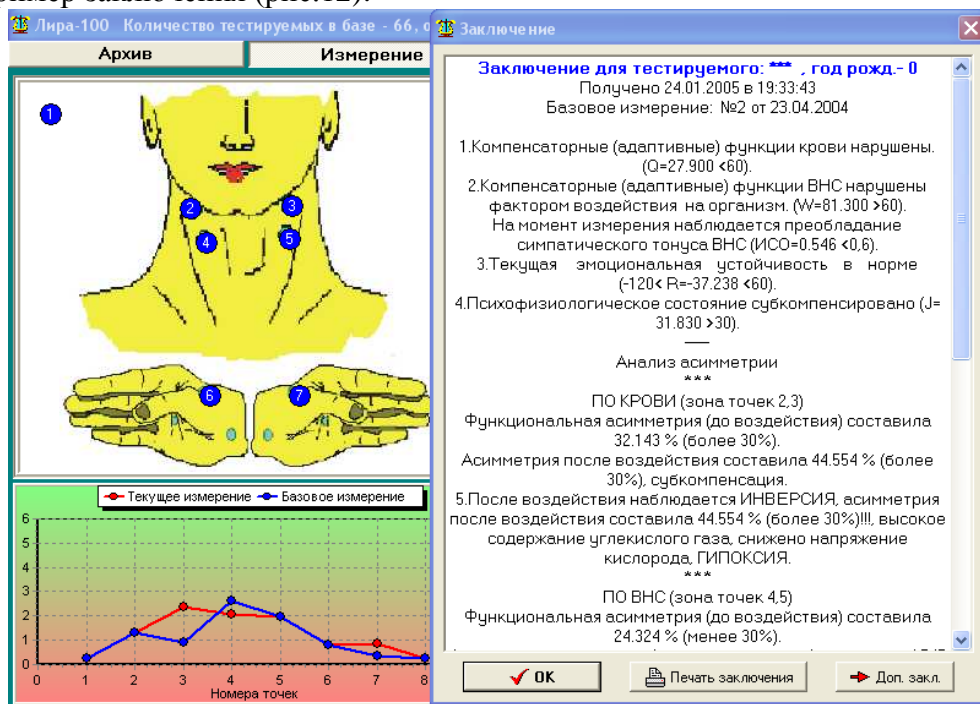

Рис. 12. Пример заключения.
8.4. Пример заключения (рис.12):